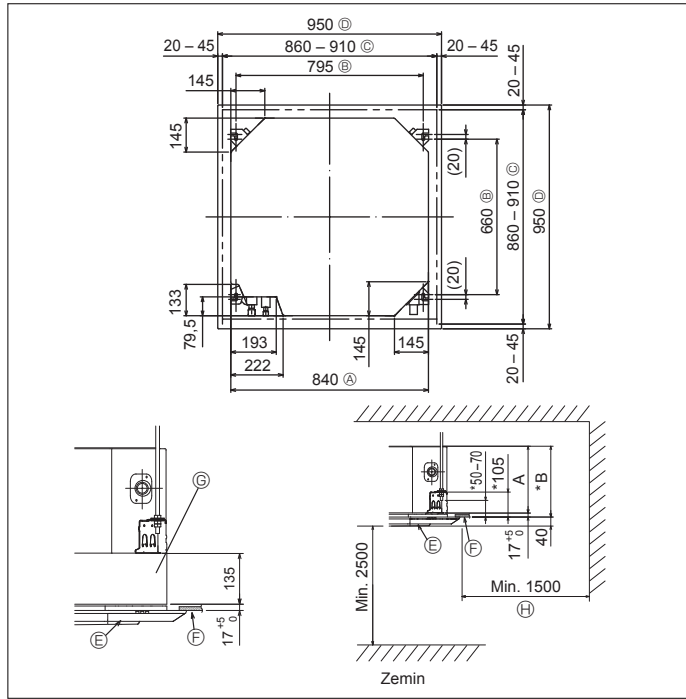

Fig. 3-2
④ Bant (büyük)	8
⑤ Bant (küçük)	1
⑥ Drenaj soketi	1
⑦ İzolasyon	1
⑧ Geçme somun 1/4F (RP60)	1
3.2. Tavandaki açıklıklar ve askı civatalarının yerleri (Fig. 3-2)
* Tavan açıklığının boyutları Fig. 3-2'de gösterilen aralıkta ayarlanabilir; bu yüzden, ana üniteyi tavan açıklığının karşısına ortalarak, aralarındaki açıklığın her tarafındaki karşılıklı kenarların sırayla aynı olmasını sağlayın.